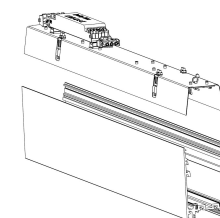

Рисунок 1
- Извлеките из алюминиевого корпуса светильника отражатель со светодиодами (Рисунок 1);